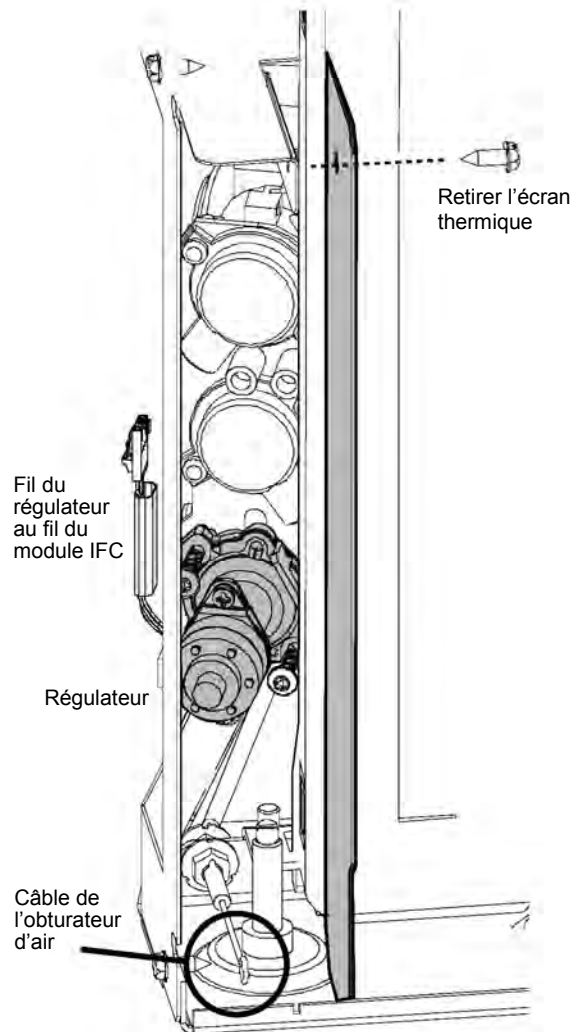

Figure 16. Remplacement du régulateur.
3. RÉTRACTER LES OBTURATEURS D'AIR : Les deux câbles des obturateurs d'air sont situés dans les compartiments de chaque côté. Poussez-les au fond pour rétracter les obturateurs, ce qui dégagera le brûleur pour le sortir du foyer. Voir fig. 16 et 58.
8. Remplacement du régulateur variable sur la valve de contrôle de gaz. Voir fig. 16.
1. Un câble d'obturateur d'air est situé au plancher de chaque compartiment latéral. Engagez l'extrémité de l'outil pour loquets dans le trou de chaque câble et poussez-les au fond. Cette action rétractera les obturateurs d'air et permettra de désengager du foyer l'ensemble de brûleur. Voir fig. 16 et 58.